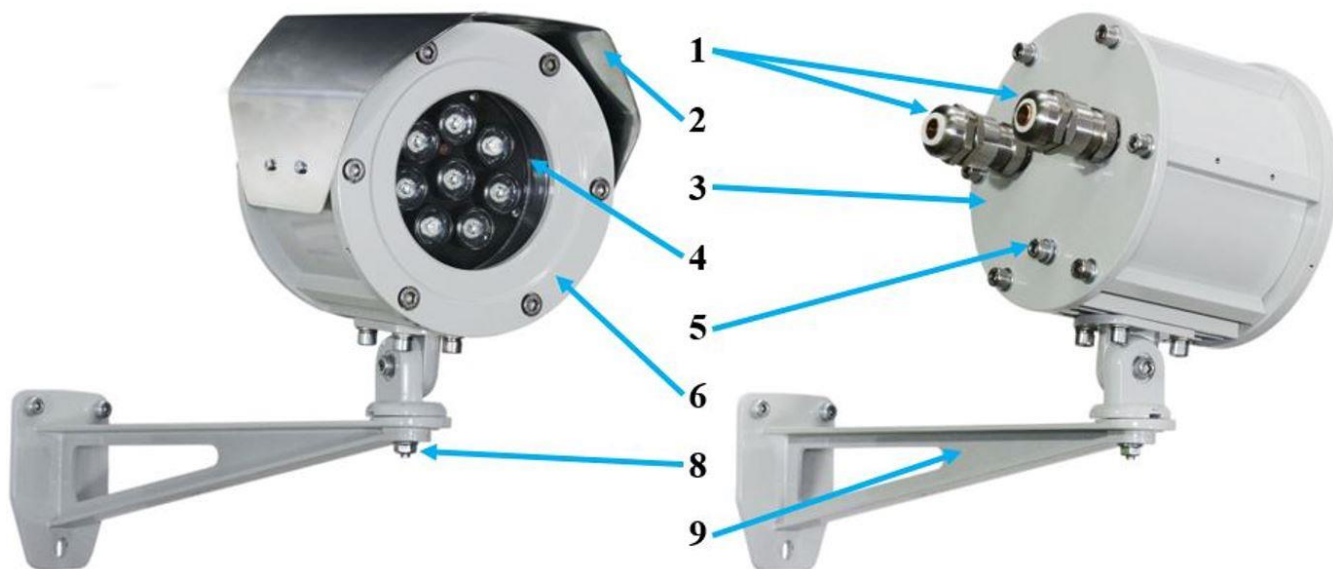

Рисунок 2. Внешний вид ИК-прожектора Релион-ТКВ-300-А-ИК
- Открутить болт (8) рис. 2, 3 и отделить кронштейн крепежно-юстировочного устройства.
- Определить рабочее место и закрепить кронштейн крепежно-юстировочного устройства (9) рис.2 и 3.
- Открутить фиксирующие винты задней крышки прожектора (3). На внутренней стороне задней крышки установлена плата коммутации рис 5. Осторожно отделить крышку от корпуса прожектора, чтобы не повредить шлейф питания от платы ИК-излучателей, подключенный к плате коммутации. Отделить от платы коммутации разъем шлейфа питания платы ИК-излучателей;
- Через кабельные вводы (1) завести кабели питания и подключить их к плате коммутации прожектора, соблюдая полярность, согласно схемы подключения на рис 6;
- Подключить проводник заземления к болту заземления (5) рис 2 и 3;
- Установить прожектор на кронштейн крепежно-юстировочного устройства (9), нацелить прожектор на контролируемую зону и зафиксировать болтом (8), рис. 2 и 3;